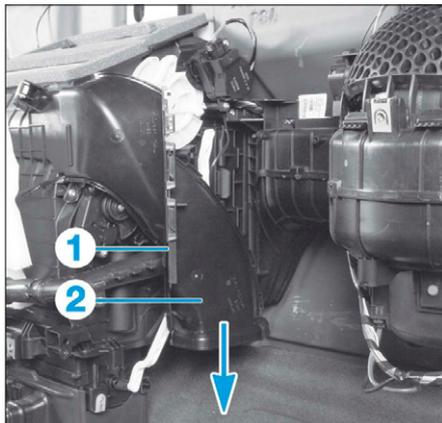

FIG. 1
- Appuyer sur l'agrafe (1) et tirer le conduit d'air (2) vers le bas (flèche) (Fig.1).